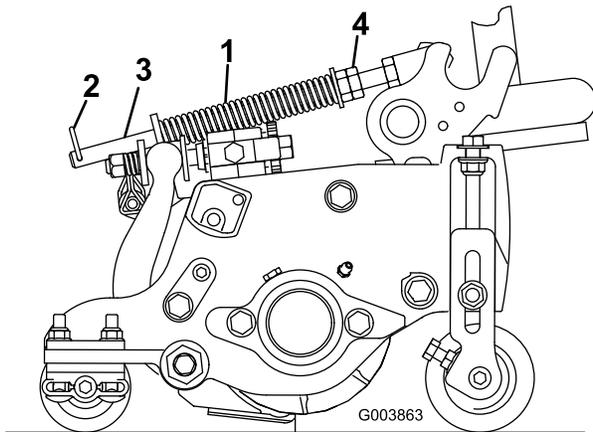

Bild 17
Die Rasenkompensierungsfeder (Bild 17) verlagert das Gewicht von der Front- zur Heckrolle. (Dies reduziert ein Bobbing genanntes Wellenmuster auf der Rasenfläche.)
1. Stellen Sie sicher, dass der Lastösenbolzen in das hintere Loch in der Federstange eingesetzt ist (Bild 17).
2. Ziehen Sie die Sechskantmuttern vorne an der Federstange an, bis die zusammengedrückte Länge der Feder an 12,7-cm-Mähwerken 12,7 cm oder an 17,8-cm-Mähwerken 15,9 cm beträgt (Bild 17).